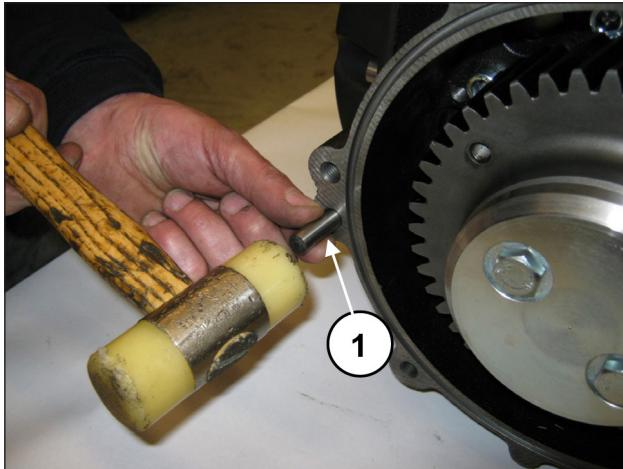
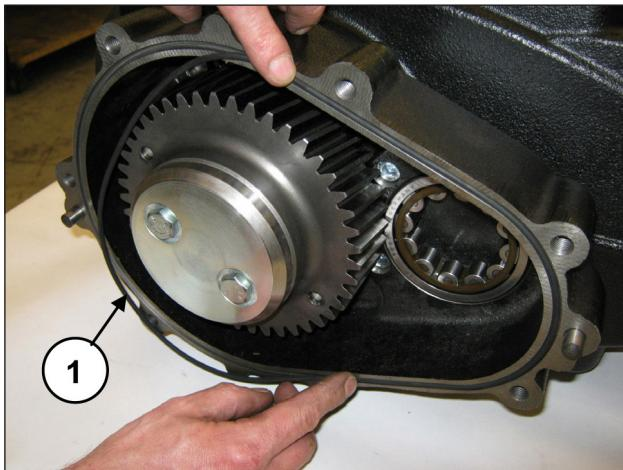

Abb. 78
Abb. 79
Bringen Sie die 2 Stifte Ø10x24 am Getriebegehäuse an (Pos. ①, Abb. 78) und setzen Sie den O-Ring ein (Pos. ①, Abb. 79).